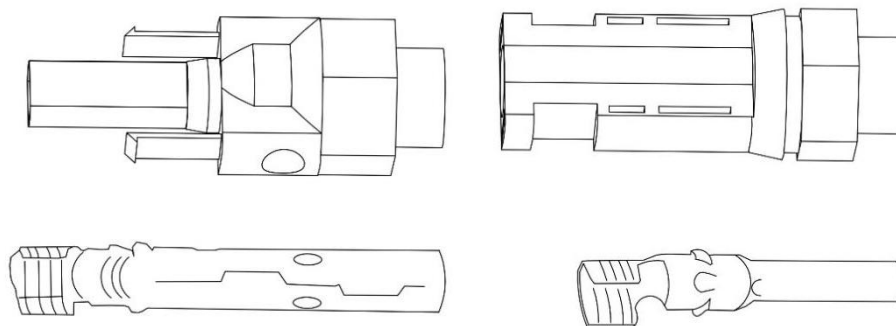

Figura 2.11 Conector de entrada fotovoltaica: conector DC+ à esquerda conector DC- à direita.
- 3 Monte o conector de entrada fotovoltaica conforme mostrado na Figura 2.11 na parte inferior do dispositivo.